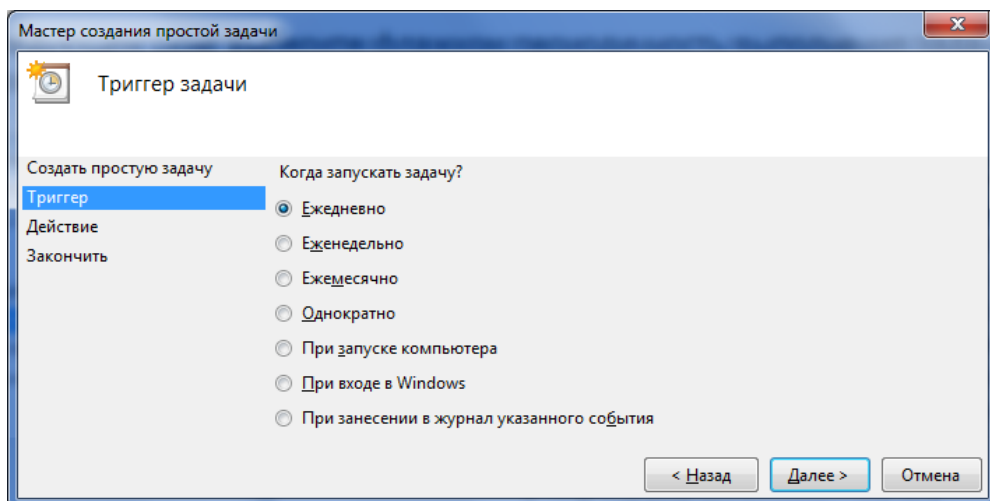

Рис. 7.21. Выбор периодичности выполнения задания
- В следующем окне выберите флажком периодичность выполнения задания и нажмите кнопку *Далее* (Рис. 7.21).